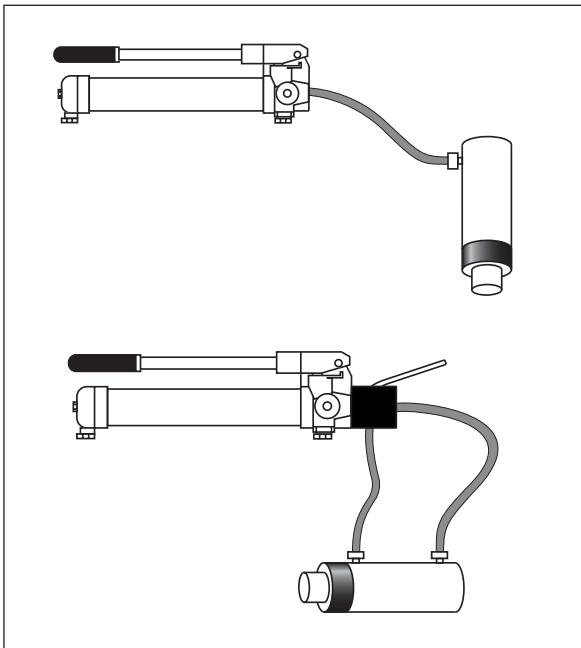

Abbildung 4
4. Bei einfachwirkend Pumpenmodellen positionieren Sie den Zylinder so, dass das Ende mit dem Hydraulikanschluss höher liegt als das bewegliche Ende. Bei doppeltwirkenden Handpumpenmodellen positionieren Sie den Zylinder so, dass die Hydraulikschlüsse nach oben weisen. Siehe die Darstellungen von Abbildung 4.